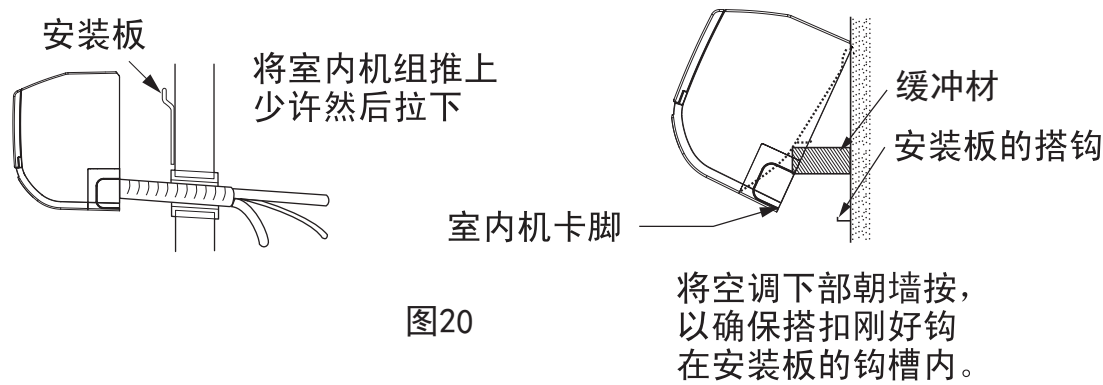

图20
(1) 将已整理好的连接电缆、排水管与铜管一起从墙上的安装孔穿出。
(2) 如图20所示将室内机组钩上安装板。
(3) 把室内机组的搭扣钩在安装板上。